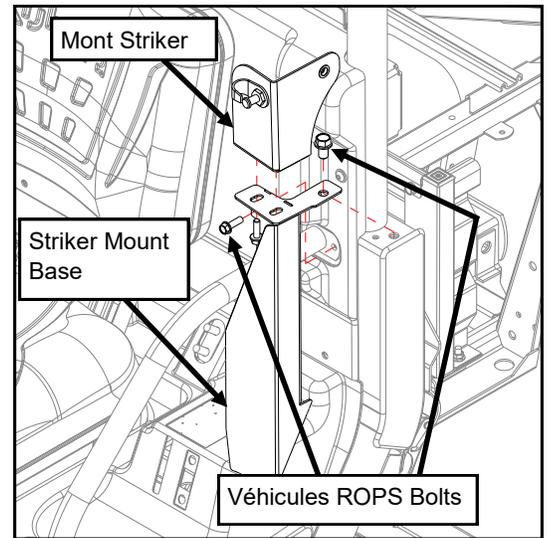

Fig. 3
3. Retirez le boulon ROPS arrière inférieur (M12) et le boulon de retenue de hanche arrière supérieur (M8) sur le côté gauche du véhicule. Enregistrez le (M12) pour le réutiliser. (voir fig. 3)
4. Installez lâchement le mont Striker sur Striker Mount Base à l'aide de (2) vis de hexagone 5/16-18. Remarque : Les vis doivent d'abord être situés à peu près au centre des fentes et doigt serré. Plus tard, lors de l'installation de la porte, l'attaquant la monture peut devoir être ajustée.
5. Installez la base de montage de la gâche à l'aide du boulon ROPS du véhicule (M12) retiré à l'étape 3 et (1) de la vis à bride hexagonale M8 X 25LG fournie, en remplacement du boulon de retenue de la hanche arrière supérieure. Remarque: Assurez-vous d'appuyer sur le bas de la base du support de la gâche contre le ROPS inférieur du véhicule pour comprimer le ruban en mousse préinstallé tout en serrant les fixations.